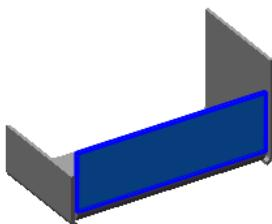
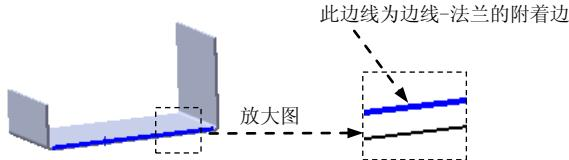

图 10.2.35 创建释放槽
图 10.2.36 定义边线-法兰的附着边
Step2. 创建图 10.2.35 所示的释放槽。
(1) 选择命令。选择下拉菜单 **插入(I)** → **钣金(B)** → **边线法兰(E)…** 命令。
(2) 定义附着边。选取图 10.2.36 所示的模型边线为边线-法兰的附着边。
(3) 定义边线-法兰属性。
① 定义折弯半径。在“边线-法兰”对话框的 **法兰参数(P)** 区域中取消选中 使用默认半径(D) 复选框，在 **R** 文本框中输入折弯半径值 3.00。
② 定义法兰角度值。在“边线-法兰”对话框 **角度(G)** 区域中的 **A** 文本框中输入角度值 90.00。
③ 定义长度类型和长度值。在“边线-法兰”对话框 **法兰长度(L)** 区域的 **L** 下拉列表中选择 **给定深度** 选项，在 **D** 文本框中输入深度值 20.00，设置折弯方向如图 10.2.35 所示，单击“内部虚拟交点”按钮 。